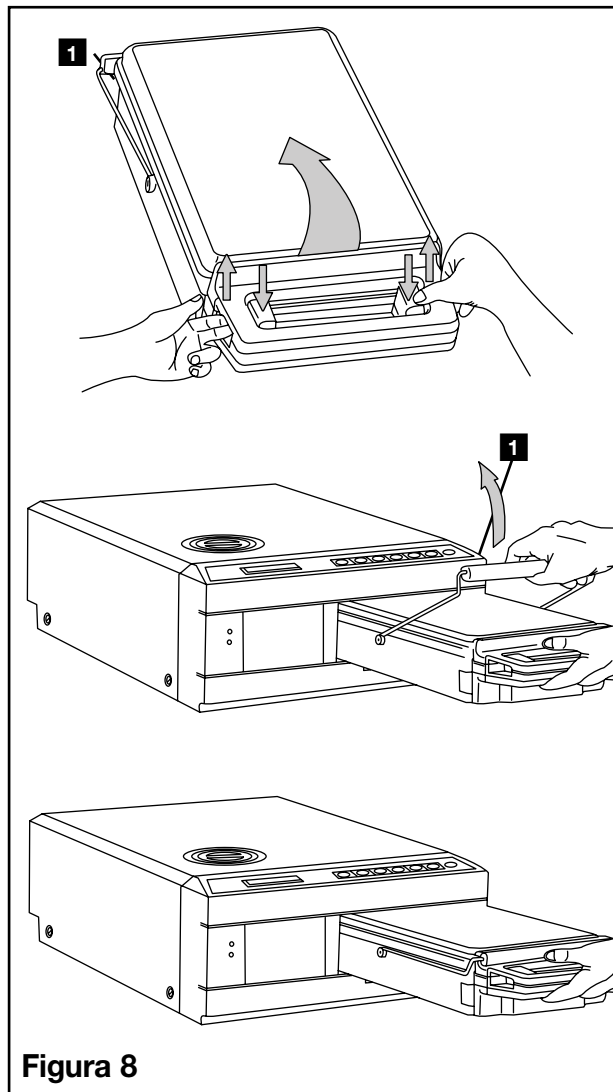

Figura 8
1. Țineți mânerul casetei cu o mână și mânerul de transport cu cealaltă mână, așa cum ilustrează Figura 8.